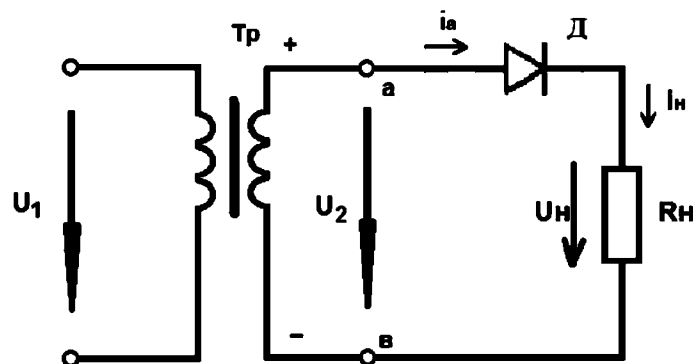

Рис. 2.5. Однополупериодный выпрямитель. Первый полупериод:  $0-0,5T$ ; диод Д открыт. Второй полупериод:  $0,5T-T$ ; диод Д закрыт
5. Однополупериодный выпрямитель (рис. 2.5) состоит из трансформатора, к вторичной обмотке которого последовательно подсоединены диод Д и нагрузочный резистор  $R_n$ . Применяют для питания высокоомных нагрузочных устройств (например, электронно-лучевых трубок) допускающих повышенную пульсацию, мощность не более 10–15 Вт.